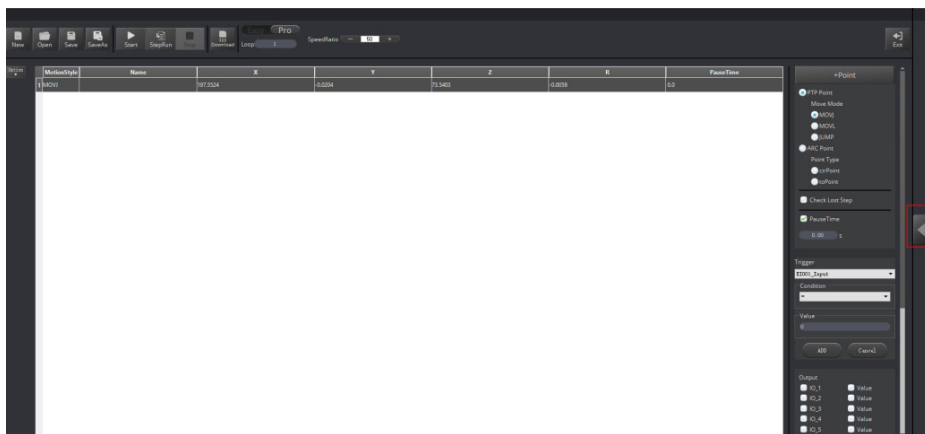

Figura 60: Exibição do painel de operação
- 2.2. Clique em  para exibir Operation Panel, como mostrado na Figura 60.